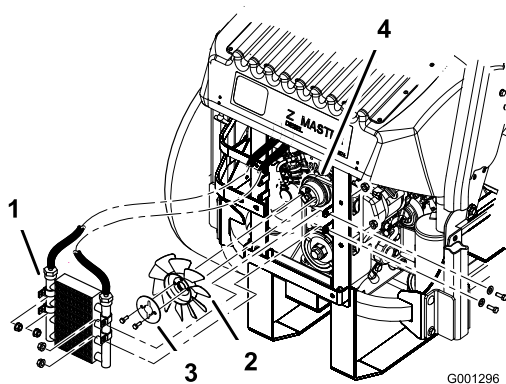

Figura 67
5. Togliete i quattro bulloni che fissano il radiatore dell'olio, e mettete il radiatore dell'olio da un lato (Figura 67).
6. Togliete i due bulloni che fissano la ventola e la relativa piastra alla macchina (Figura 67).
10. Montate la ventola e la relativa piastra con i due bulloni tolti in precedenza (Figura 67).
11. Montate il radiatore dell'olio con i quattro bulloni tolti in precedenza (Figura 67).